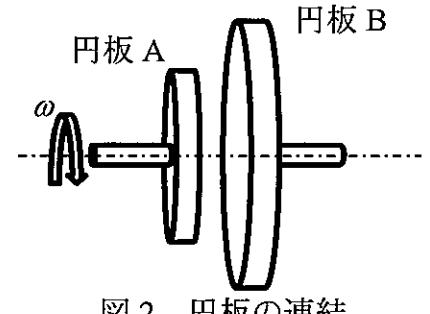

図2 円板の連結
- (2) (1)において、部材FGの軸力を求め、それは圧縮力か引張力かを示せ。但し、√は外さなくともよい。
- (3) 図2に示すように、静止している円板A(慣性モーメント I_A)に、角速度 ω で回転している円板B(慣性モーメント I_B)が急に連結される場合を考える。連結後の角速度 ω' を求めよ。